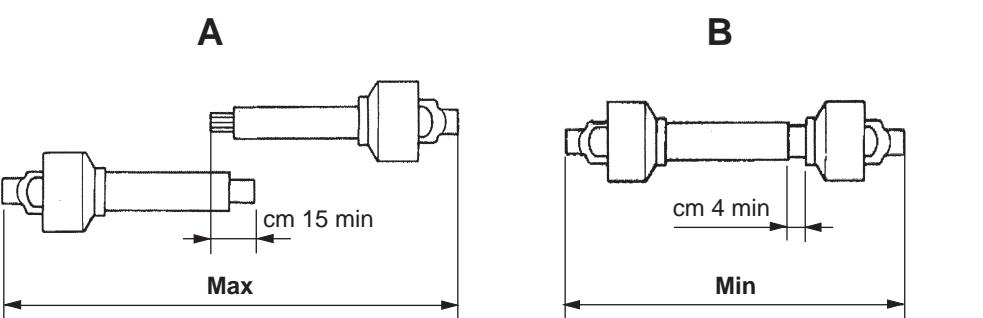

Fig. 14
- La copertura (C Fig. 13) dei tubi scorrevoli deve essere di 15 cm minimo (Fig. 14).
- *The sliding tubes (C Fig. 13) must overlap by at least 15 cm (Fig. 14).*
- La couverture (C Fig. 13) des tubes coulissants doit être au minimum de 15 mm (Fig. 14).
- Die Überdeckung (C Abb. 13) der Gleitrohre muss mindestens 15 cm ausmachen (Abb. 14).
- La cobertura (C Fig. 13) de los tubos corredivos debe ser como mínimo de 15 cm (Fig. 14).
Quando esso è inserito al massimo, il gioco minimo consentito deve essere di 4 cm. (Fig. 14).
When fully inserted, the minimum play must be 4 cm. (Fig. 14).
Quand l'arbre à cardans est déboîté au maximum, les deux tubes doivent se superposer d'au moins 15 cm. Quand il est entièrement rentré, le jeu minimum admissible doit être de 4 cm. (Fig. 14)
Wenn die Gelenkwellen so weit wie möglich auseinandergezogen ist, müssen die beiden Teile sich noch um wenigstens 15 cm überlappen. Wenn die beiden Teile ganz zusammengeschoben sind, muß das kleinstmögliche Spiel 4 cm ausmachen (Abb. 14).
Cuando el árbol cardánico está extraido al máximo, los dos tubos deben sobreponerse por lo menos 15 cm. Cuando está insertado al máximo, el juego mínimo permitido debe ser de 4 cm. (Fig. 14).